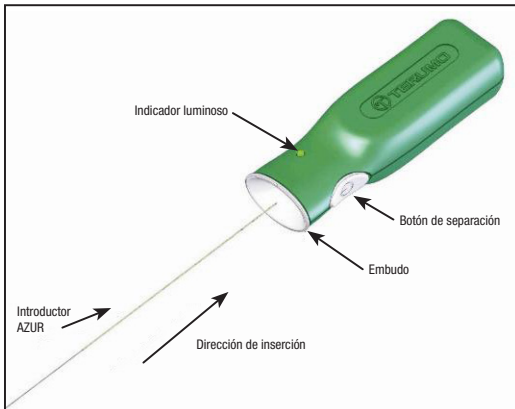

Figura 2: controlador de separación AZUR
15. Antes de utilizar el dispositivo, retire el extremo proximal del introductor de la bobina dispensadora. Tenga cuidado de no contaminar este extremo del introductor con sustancias extrañas como sangre o medio de contraste. Inserte con firmeza el extremo proximal del introductor en la sección de embudo del controlador de separación AZUR. Consulte la Figura 2. **No pulse el botón de separación en este momento.**
- Conecte el extremo proximal del introductor al controlador de separación AZUR insertando con firmeza el extremo proximal del introductor en la sección de embudo del controlador de separación AZUR. Consulte la Figura 2.